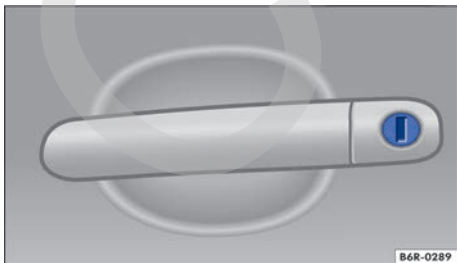

Fig. 152 Manilla de la puerta del conductor con cilindro de cerradura.
- Inserte el paletón de la llave en el cilindro de la cerradura y desbloquee o bloquee el vehículo ⇒ fig. 152.